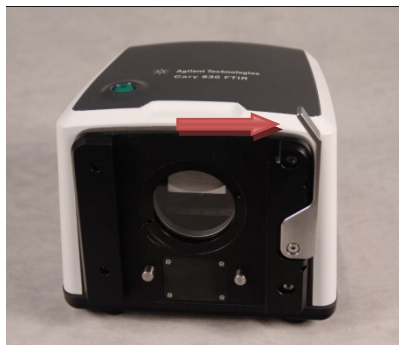

Figure 1 Appuyez sur le levier de relâchement du moteur du FTIR Cary 630 vers l'extérieur avant de glisser l'accessoire pour le mettre en place.
- 2 L'accessoire est censé glisser dans la zone de recul ou en queue d'aronde. Cela est effectué en faisant correspondre la queue d'aronde à la plaque avant et en les glissant vers le bas (voir Figure 1).